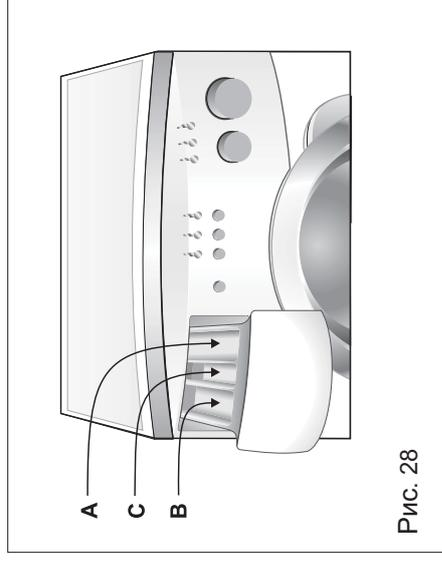

Рис. 28
- моющими средствами следует наполнять соответствующую камеру емкости для детергентов (рис.28).
В емкости для детергентов выделены 3 камеры (рис. 28)